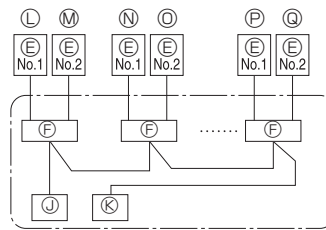

Fig. 6-2
### 6.1. Unità esterna (Fig. 6-1, Fig. 6-2)
- Posizionare i cavi secondo la Fig. 6-1 e la Fig. 6-2.